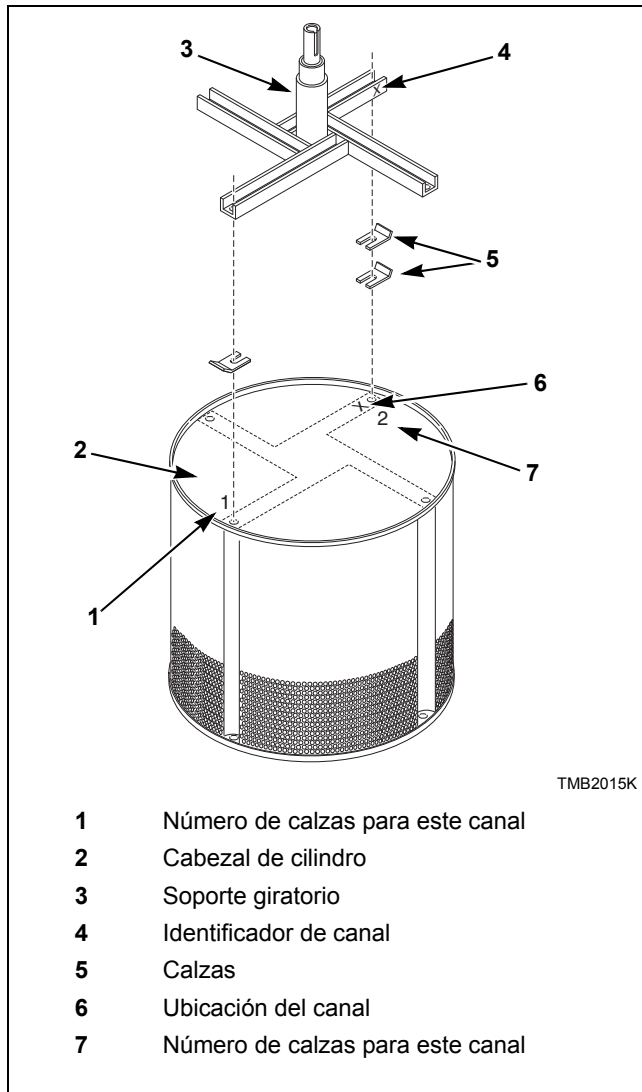

Figura 9
6. Para asegurar el equilibrio correcto del cilindro para el rearmado, marque la posición original de cada canal en el cabezal del cilindro y el número de calzas para cada canal antes de quitarlos. Consulte la *Figura 9*.